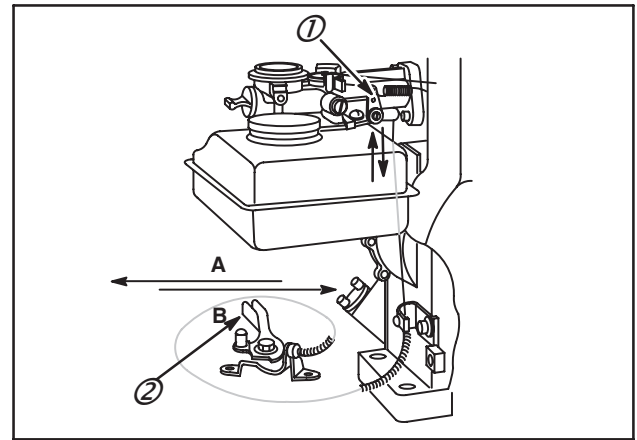

Fig. 19
Le levier coudé (1) et le levier de commande à distance (2) se déplacent dans les directions indiquées pour augmenter (A) ou réduire (B) la vitesse, Fig. 19.